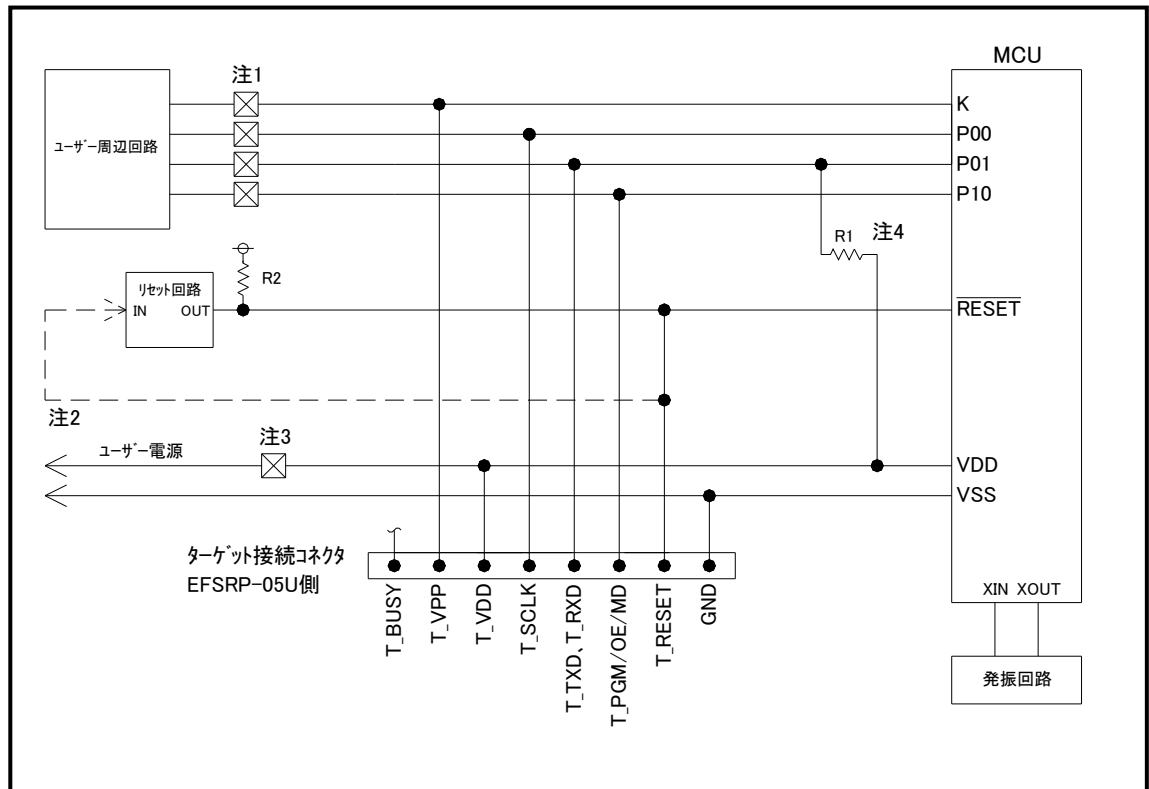

図3.1 ターゲットMCU周辺回路例
(1) 4571グループご使用の場合でのターゲットMCU周辺回路例を図3.1に示します。